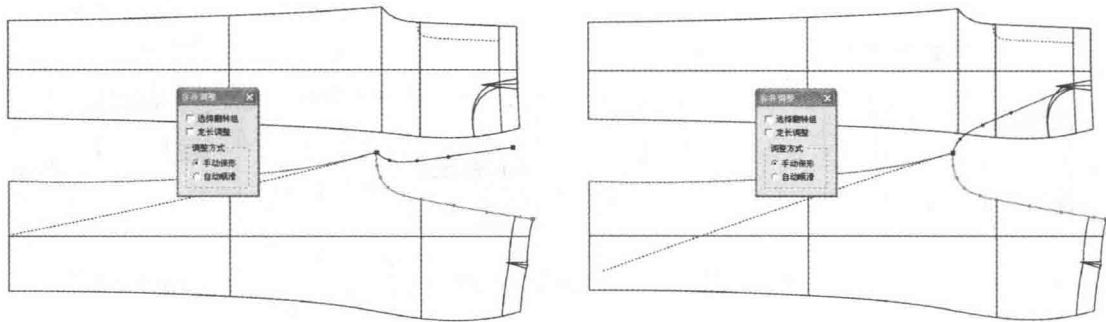

图 7-61 合并调整
②选择 【等份规】工具，将平行线分成两个等份。再选择 【智能笔】工具按住【Shift】键，从平行线的后中端点拖拉到平行线的中点；出现对话框输入袋布长度 14cm。
③选择 【智能笔】工具按住【Shift】键，从平行线中点拖拉到袋布长度端点；出现对话框输入袋布下口宽度 6cm。并且与袋布上口宽度 6.5cm 相连，并用 【智能笔】工具中的连角功能删除不需要线段。
④选择 【圆角】工具将袋布下口绘制成圆角的。
⑤选择 【对称】工具，按着【Shift】键进入【复制】功能。将袋布对称复制。
(12) 调整前浪、后浪弧线(图 7-61)。
①选择 【合并调整】工具，前后浪为同边时，则勾选此选项再选线，线会自动翻转。
②选中【手动保形】调顺前后浪弧线。